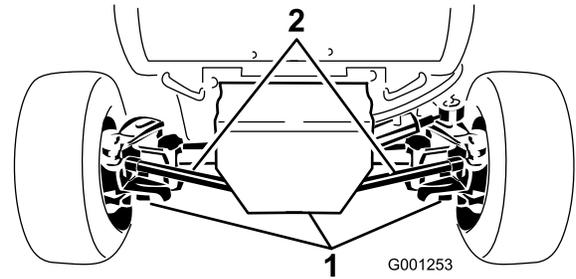

図 54
2. ドレンプラグ (図 54 ; 左右端に1個と中央に1個、全部で3個ある) の周辺をきれいに拭く。